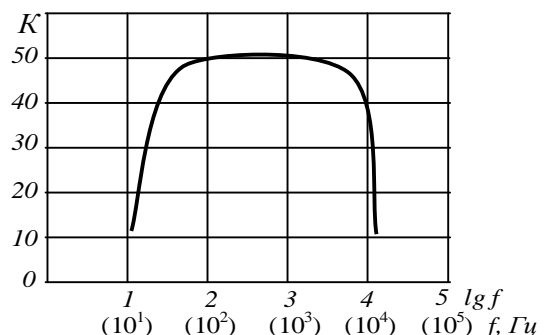

Рис. 12.5
**12.12.** На рис. 12.5 наведена частотна характеристика підсилювача. Визначити граничні частоти смуги пропускання при коефіцієнтах частотних спотворень підсилювача  $M_H = M_B = 3$  дБ.